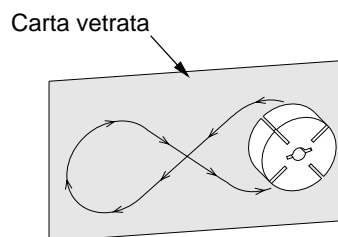

Figura 25. Carteggiatura del rotore
14. Stendere un foglio di carta vetrata (di grana 600) su una superficie piatta. Carteggiare leggermente per quattro volte il rotore con un movimento ad "8" (vedere la Figura 25).